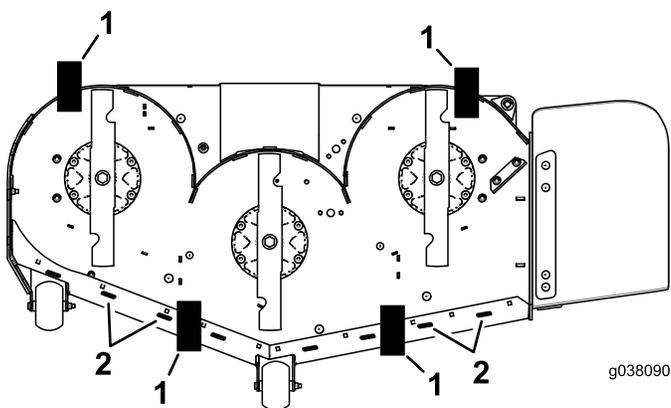

Figura 86
9. Coloque dos bloques (consulte la tabla siguiente) debajo del borde trasero del faldón de la carcasa de corte, uno en cada lado de la carcasa (Figura 86).